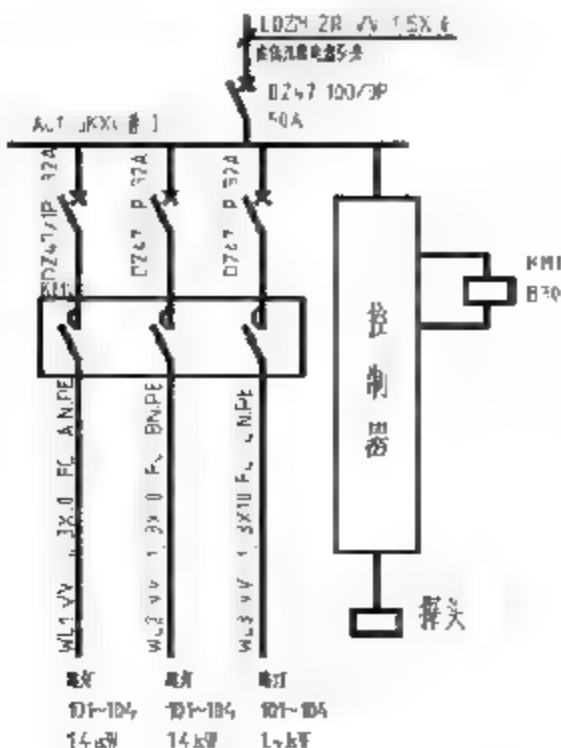

图6-31 复制标注文字
**03** 调用CO【复制】命令，将新创建的单行文字向右复制两份，如图6-31所示。